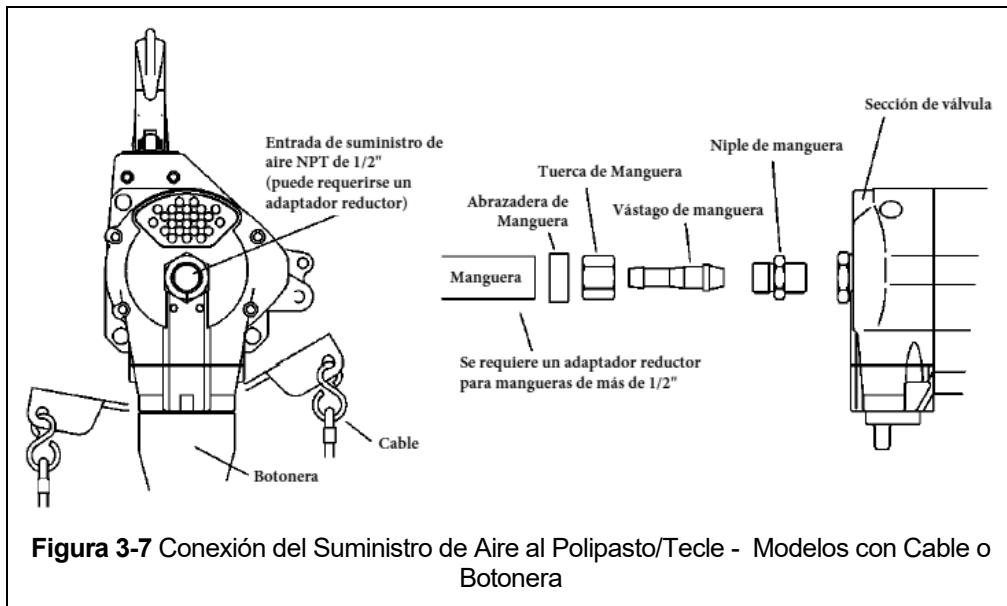

Figura 3-7 Conexión del Suministro de Aire al Polipasto/Tecle - Modelos con Cable o Botonera
- 3.9.4 Realice las conexiones al suministro de aire; consulte la Figura 3-7. Utilice un adaptador reductor en la sección de la válvula de elevación para mangueras de más de 1/2".